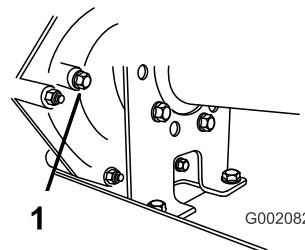

Figura 64
2. Retire el perno del orificio indicador del nivel (Figura 64).